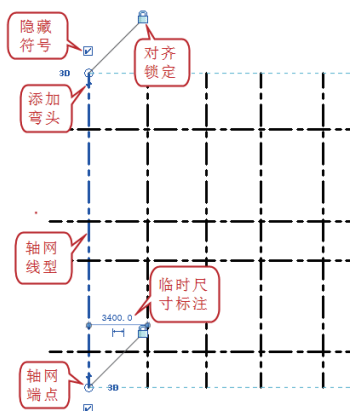

图2-18 显示操作夹点
- 01 选择轴线，在轴线的周围显示如图2-18所示的操作夹点，激活夹点，可以修改轴线的显示效果。